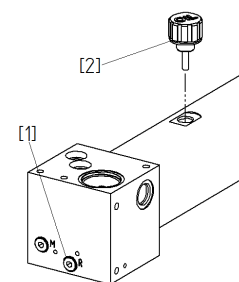

Fig. 4
- Desserrez la vis de serrage (A)
- Ajustez l'axe d'abaissement (B) avec un tournevis (C)
- Fixez la position avec la vis de serrage (A) (voir Fig. 4)